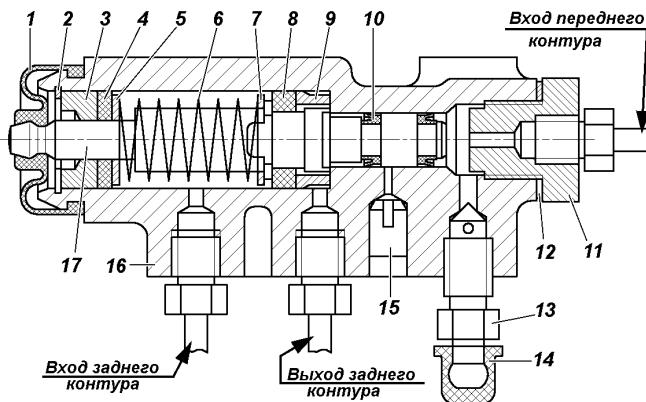
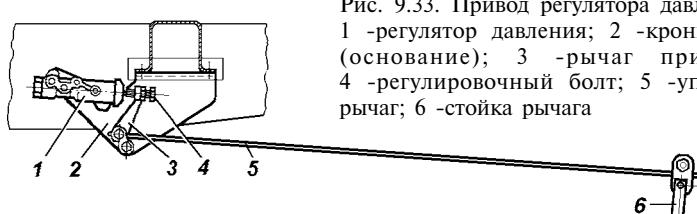

Рис. 9.32. Регулятор давления:
Рис. 9.33. Привод регулятора давления:
Регулятор давления. На автомобилях, не оснащенных антиблокировочной системой тормозов, устанавливается механический регулятор давления, действующий на задние тормоза (рис. 9.32), который обеспечивает оптимальное распределение тормозных сил по осям автомобиля и не допускает опережающую блокировку задних колес. При обслуживании проверяйте работоспособность регулятора давления. Очищайте регулятор от грязи и проверяйте надежность его крепления. Внешним осмотром убедитесь, что регулятор и детали его привода не имеют повреждений, отсутствуют подтекания тормозной жидкости и люфты в соединении стойки с упругим рычагом и кронштейном на заднем мосту.
При нажатии на педаль тормоза поршень 17 (рис. 9.32) регулятора давления должен выдвигнуться из корпуса на 1,7 - 2,3 мм. Отсутствие хода поршня, а также его недостаточный или чрезмерный ход свидетельствует о неисправности регулятора или его привода.
В процессе эксплуатации и при замене задних рессор необходимо регулировать усилие упругого рычага 5 (рис. 9.33) на поршень регулятора. Регулировку производите в следующей последовательности:
2. Ослабьте контргайку регулировочного болта 4 (рис. 9.33) и отверните болт на 2-3 оборота.
3. Заверните болт 4 (рис. 9.33) до соприкосновения его с хвостовиком поршня 17 (см. рис. 9.32) регулятора.